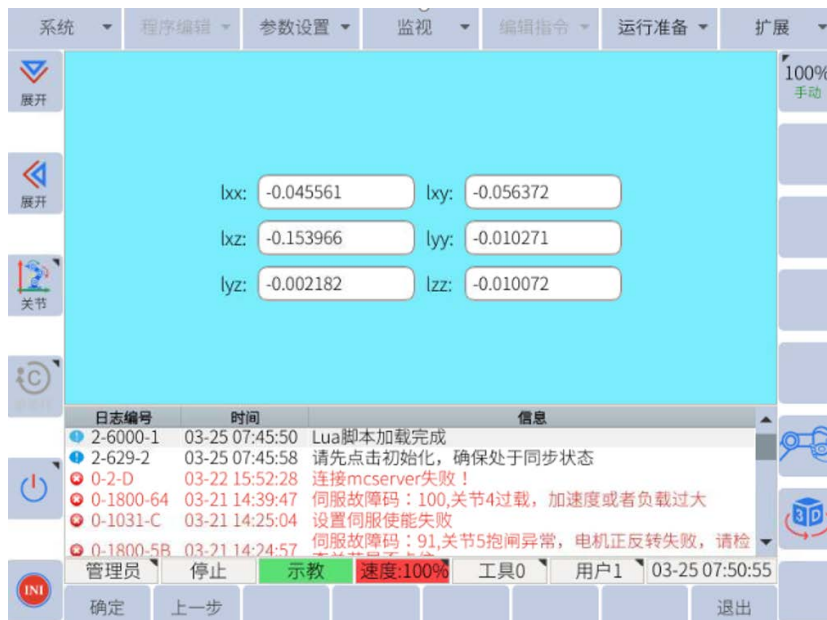

图 6-45: 惯量辨识界面
1. 点击顶部菜单栏中的运行准备->工具负载设置->转动惯量，进入惯量辨识界面，如图6-45所示：